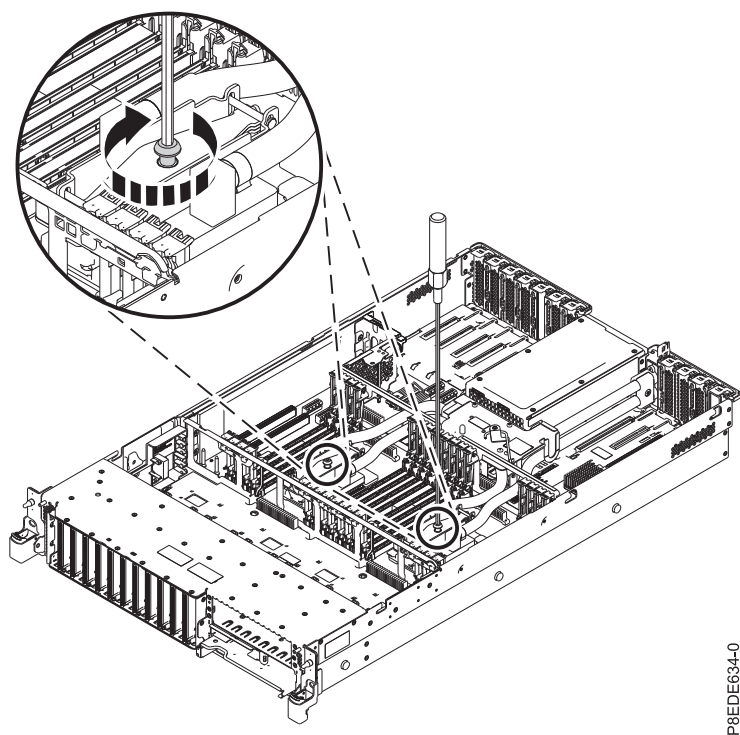

Figura 42. Apertando o parafuso retentor da placa fria
- b. Aperte o parafuso retentor da placa fria com uma chave Allen de 4 mm ou 5/32 pol., conforme mostrado em Figura 42.